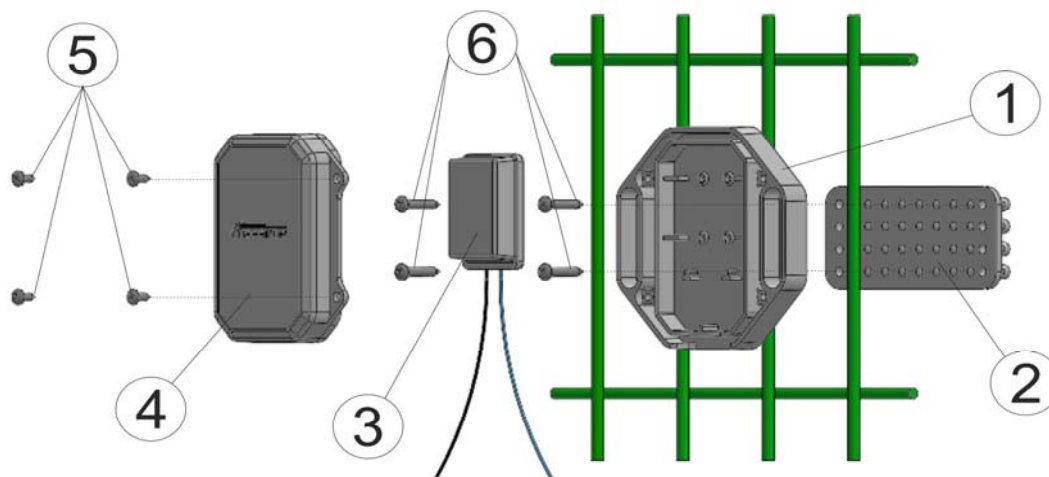

Рисунок 2. Составные части линейного модуля.
винтами (рисунок 2, поз.2 и 6), входящими в комплект поставки, на сплошных ограждениях основание защитного кожуха закрепляется непосредственно к поверхности ограждения.
4.4.1 На полотне ограждения в местах определённых проектом закрепить основания защитных кожухов (рисунок 2, поз 1) с помощью монтажной пластины и самонарезающих винтов (рисунок 2, поз. 2 и б), входные отверстия для кабеля на защитных кожухах должны быть расположены с низу.
4.4.3 Произвести подключение модулей (рисунок 2, поз. 3). Для этого предварительные петли кабеля разрезать. Снять внешнюю оболочку кабеля на 7 - 10 см. На внешнюю оболочку каждого конца кабеля на расстоянии 3 - 5мм от её края затянуть кабельную стяжку. Стяжка служит стопором удерживающим кабель от выдёргивания его из кожуха.
4.4.12 По окончании монтажа модулей (рисунок 2, поз. 3) установить их в основание защитного кожуха (рисунок 2, поз. 1), уложить провода кабеля и кабельные соединители в полость под модулем и закрыть крышкой защитного кожуха (рисунок 2, поз. 4). Следить, что бы крышка легла плотно без перекосов. Крышку закрепить самонарезающими винтами (рисунок 2, поз. 5).